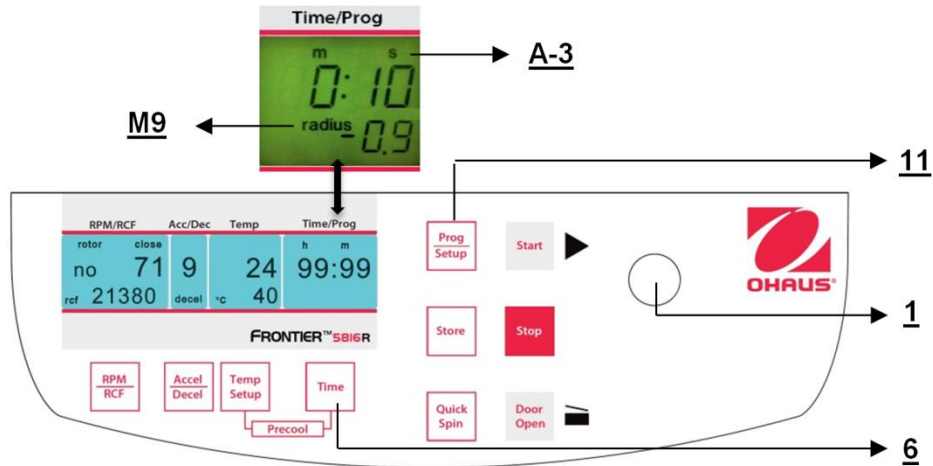

Figure. 21
L'utilisation d'adaptateurs ou de réducteurs peut modifier le rayon de centrifugation de chaque rotor. Dans ce cas, il est possible de modifier manuellement le rayon. Poursuivre de la manière suivante : Fermer le couvercle et maintenir ensuite appuyées les touches **"Time"** (6) (voir la figure 21) et **"Prog/Setup"** (11). Sur l'affichage **"Time/Prog"** (A-3), le mot **"radius"** (M9) apparaît. Avec le bouton de réglage (1), l'utilisateur peut présélectionner des corrections du rayon (voir Tableau 7, ANNEXE) par incrément de 0,1 centimètre. Après avoir défini une correction du rayon, le mot **"radius"** (M9) apparaît. Ce mot sera visible jusqu'à ce que la correction du rayon soit revenue à 0.